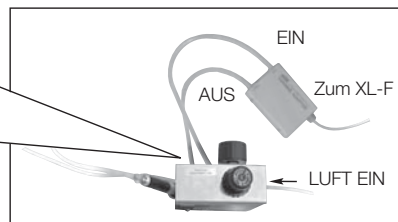

Abb. 4
(3) Montage der Luftturbine (Option)
Stecker des ③ Turbinenadapters in in ⑫ Turbinenadapteranschluss auf der Rückseite der Einheit stecken (Abb. 3). Die beiden Schläuche des ③ Turbinenadapters in die Öffnungen für den Fußpedalanschluss im LuftleitungsKit stecken (Abb. 4).